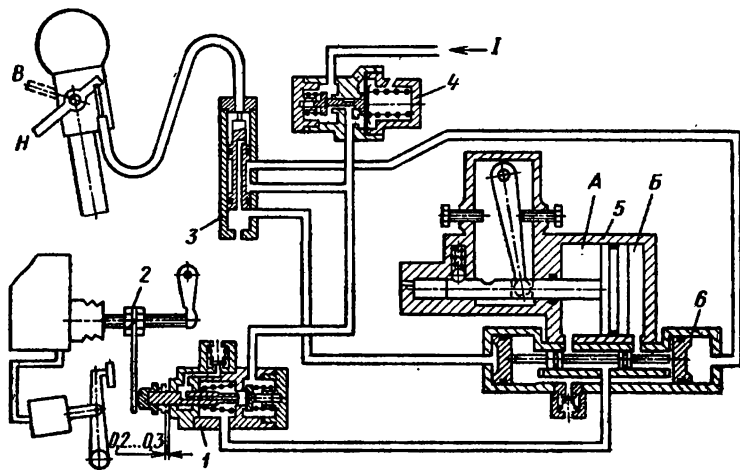

Рис. 66. Схема пневматической системы управления делителем:
Пневматическая система управления делителем (рис. 66) состоит из редукционного клапана 4, крана 3 управления, механизма 5 переключения передач делителя с воздухораспределителем 6, клапана 1 включения делителя передач, упора 2 штока клапана и воздухопроводов.
2. Установите переключатель в верхнее положение **В** (см. рис. 66).
5. Установите переключатель в нижнее положение **Н** (см. рис. 66) и вверните передний установочный винт так же, как вворачивали задний.